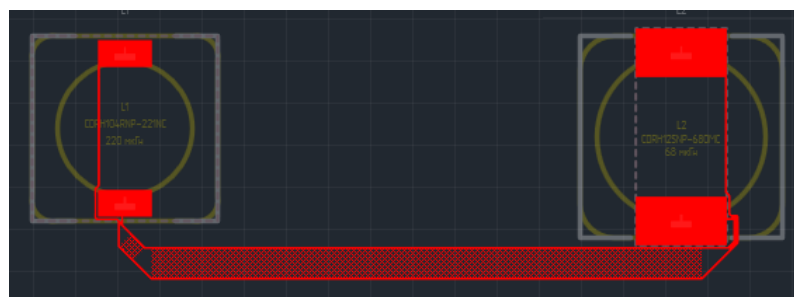

Рис. 353 Дифференциальная пара с измененным зазором между треками пары
5. В результате созданный дифференциальный трек изменит определенную правилами системы ширину зазора между диффпарным треком и элементами платы, см. Рис. 353.